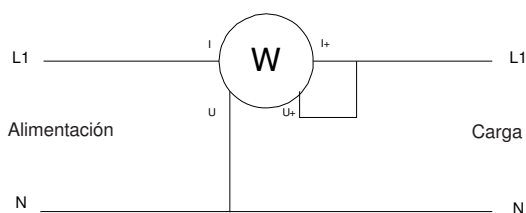
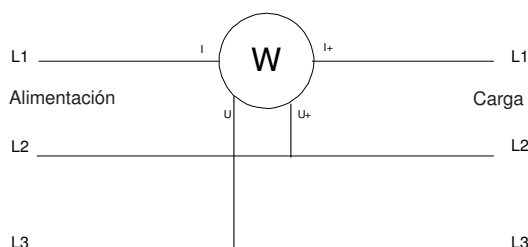

Fig 4.4.1 Esquema de conexión en monofásico
Fig 4.4.2 Esquema de conexión en Trifásico 3 Cables Equilibrados (únicamente PX 120)
Aplicar el esquema de conexión de la Fig.4.4.1 (monofásico) o Fig.4.4.2 (Trifásico equilibrado, T3FE únicamente PX 120), según el caso, asegurándose si es posible que los valores medidos no superan los límites máximos admisibles (véase tabla siguiente).
3. Aplicar el esquema de conexión de la Fig.4.4.1 (monofásico) o Fig.4.4.2 (Trifásico equilibrado, T3FE únicamente PX 120), según el caso, asegurándose si es posible que los valores medidos no superan los límites máximos admisibles (véase la siguiente tabla).
3. Aplicar el esquema de conexión de la Fig.4.4.1 (monofásico) o Fig.4.4.2 (Trifásico equilibrado, T3FE únicamente PX 120), según el caso, asegurándose si es posible que los valores medidos no superan los límites máximos admisibles (véase tabla siguiente).
3. Aplicar el esquema de conexión de la Fig.4.4.1 o Fig.4.4.2 (T3FE únicamente PX 120), según el caso, asegurándose si es posible que los valores medidos no superen los límites máximos admisibles (véase tabla siguiente). El cambio de escala es automático.